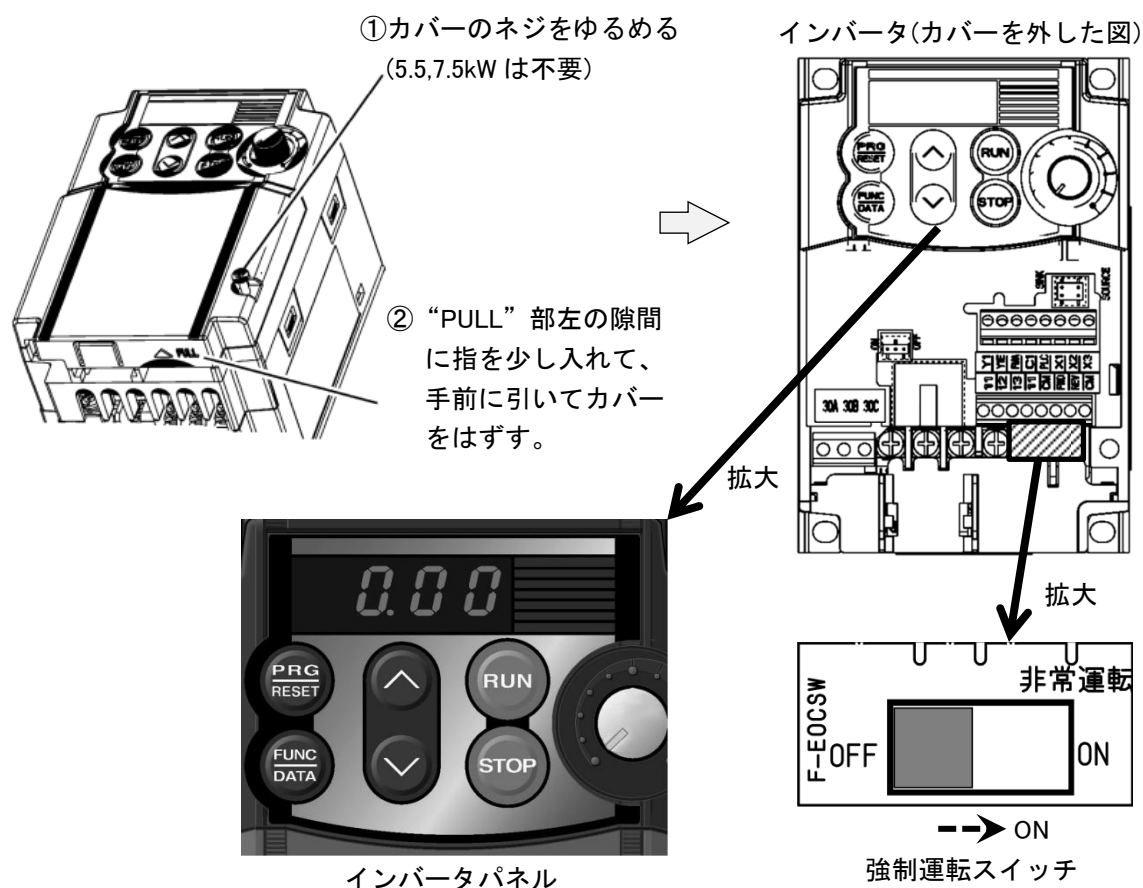

図 24 非常時手動バックアップ運転方法
- (1) 制御基板（メイン基板）の故障などにより、表示操作部からの運転が、不能になった場合、強制運転スイッチを ON にすると、インバータ単独でポンプを手動で運転し、一時的に断水を回避することができます。
- (2) 本運転は非常用です。表示操作部からポンプの運転が可能な場合は、必ず強制運転スイッチを、OFF にしてください。自動運転ができずに、断水に繋がります。
- (3) 図 24 を参照して、下記手順で操作してください。
- ①インバータのカバーを外して、強制運転スイッチを ON にしてください。これにより、制御基板（メイン基板）とインバータ間の通信を遮断します。
- ②インバータパネルの RUN ボタンを押し、∧ボタンを押して、ポンプの運転周波数を上げます。ポンプが運転することを、確認してください。
- ③∧ボタン・∨ボタンを押して任意の吐出し圧力になるように、ポンプの運転周波数を調整してください。
- ④自動停止や、圧力制御は行いません。運転中はポンプが締切運転にならないように、吐出し圧力を監視し、ユニットから離れないでください。
- ⑤ポンプを停止する場合は、STOP ボタンを押してください。
- (4) 強制運転スイッチは、1号インバータについています。
- (5) 強制運転スイッチを ON にした場合、表示操作部から様々な警報が発報しますが、手動バックアップ運転には関係ありません。
- (6) 通常運転に戻す場合は、ポンプを停止後に、強制運転スイッチを OFF にしてください。